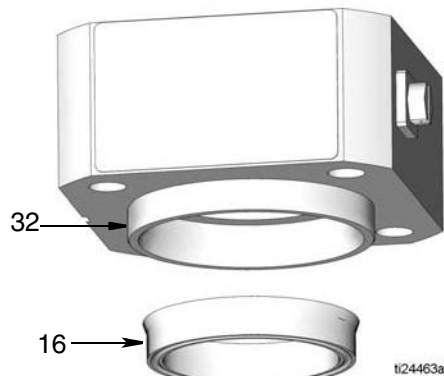
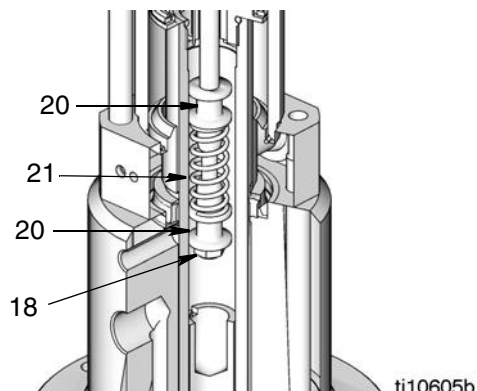
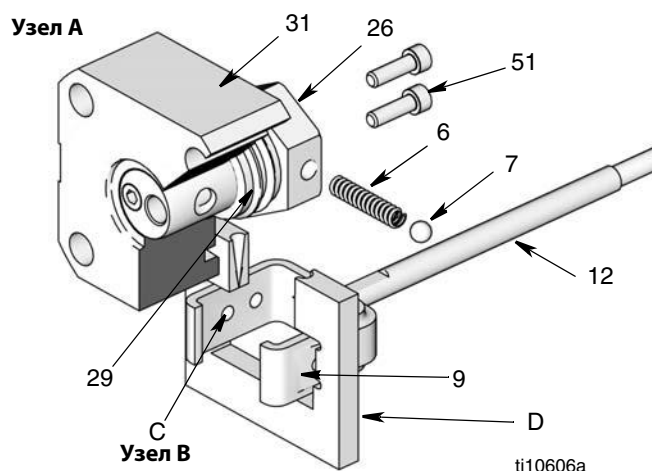

Рис. 13
Рис. 23
Рис. 24
1. Вставьте уплотнение (16) в нижнюю часть крышки цилиндра (32), как показано на Рис. 13.
2. Присоедините крышку цилиндра (32) к корпусу двигателя (43). Установите стопорные шайбы (52) и крепежные винты (46) (Рис. 13). Затяните винты с колпачком с усилием 28–32 футофунтов (38–43 Н•м).
- Для удаления клея с внутренней резьбы хомута (9) используйте метчик 1/4-28 UNF-2A.
1. При необходимости установите на блокировочный шток новую пружину, как показано ниже (Рис. 23):
- Первый фиксатор (20)
- Новая пружина (21)
- Второй фиксатор (20)
2. Закрутите на заплечике штока гайку (18) до упора (Рис. 23).
3. Если во время разборки вы снимали хомут клапана (9) с блокировочного штока (12), нанесите состав для резьбы Loctite 609 на два или три первых витка внутренней резьбы хомута (9).
4. Нанесите на наружную резьбу блокировочного штока (12) предохранительный состав. Подождите 3–4 минуты, пока состав не высохнет. Установите блокировочный шток в хомут (9). Затяните с усилием 54–56 дюймофутов (6,1–6,3 Н•м). Удалите лишний герметик.
5. Нанесите состав Loctite 242 или Perma-Loc 115 на два или три первых витка резьбы клапанного узла (31).
6. Если во время разборки вы извлекали винты с колпачком (51), нанесите герметик на два или три первых витка внутренней резьбы упора клапана (26) (Рис. 24, стр. 17).
7. Нанесите на наружную резьбу клапанной втулки (29) предохранительный состав. Подождите 3–4 минуты, пока состав не высохнет. Установите винты с колпачком (51). Затяните с усилием 42–45 дюймофутов (4–5 Н•м). Удалите лишний герметик.
8. Извлеките уплотнительное кольцо (13) из нижней части крышки цилиндра (31) и вставьте новое кольцо.
9. Установите поршень (22) на шток (34) и закрепите его с помощью ключа для круглых гаек. Затягивать следует с усилием 40–48 футофунтов (54–65 Н•м).
10. Поместите узлы А и В (Рис. 24) на рабочий стол.
11. Поместите узел В по центру инструмента (D) (номер по каталогу 189305). Выровняйте верхние фиксирующие отверстия (C) хомута (9) по осевой линии инструмента (D) (Рис. 24).
12. Вставьте пружину (6) и один из шариков (7) в упор клапана (26) узла А. Наклоните упор клапана и приступите к вводу этого упора в инструмент (D). Шарик должен попасть в округленное отверстие в инструменте (D). Наденьте на другой конец пружины еще один шарик и надавите на него большим пальцем, одновременно поворачивая упор клапана (26). Делать это нужно до тех пор, пока пружина не окажется в горизонтальном положении, а шарики не встанут на место. Не выпускайте узел из рук (Рис. 24).
13. Вставьте упор клапана в сборе в инструмент. Шарик (7) должны попасть в верхние отверстия (C) в хомуте (9), а изогнутые концы зажима для направляющего устройства обязаны войти в зацепление с канавкой клапанной втулки (29). Снимите инструмент (D) со штока (12) (Рис. 24).
14. Зажмите переходник (43) в тисках. Установите уплотнения в соответствии с инструкциями по замене щелевых уплотнений на стр. 12.
15. Присоедините крышку цилиндра (32) к корпусу двигателя (43). Установите стопорные шайбы (52) и крепежные винты (46) (Рис. 13). Затяните винты с колпачком с усилием 28–32 футофунтов (38–43 Н•м).